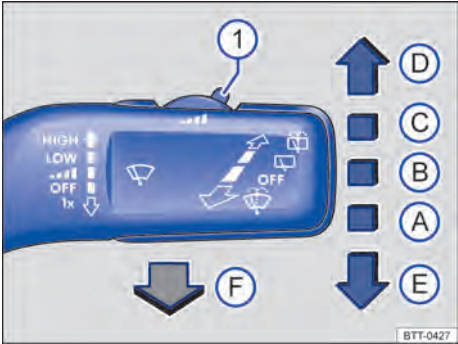

Fig. 102 À direita da coluna de direção: comandar os limpadores do para-brisa.
- Pressionar a alavanca dos limpadores do para-brisa brevemente para baixo ⇒ Fig. 102 .